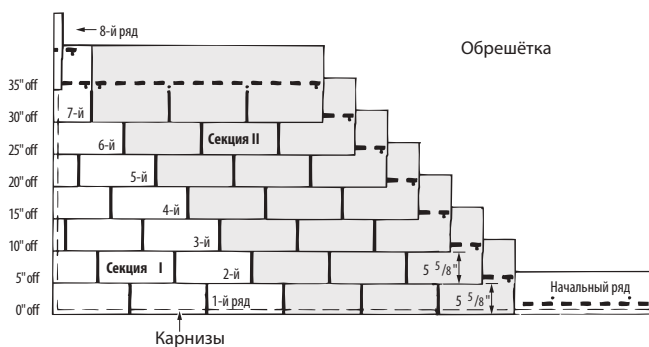

Рис. 10-15. Восьмирядный метод укладки с отрезанием по 12,7 см и монтажом с уступом по диагонали.
3. Продолжайте укладку начального ряда, монтируя целые гонты начального ряда вдоль карнизов. (Рис. 10-15).
1. В начале второго ряда отрежьте 12,7 см от левого края гонта и уложите оставшийся кусок шириной 87,3 см на гонт первого ряда, вровень с левым краем гонта первого ряда, оставив открытым участок гонта первого ряда высотой 14,3 см (Рис. 10-15).
3. Уложите «Секцию II», как показано на *Рис. 10-15*, монтируя целые гонты напротив восьми рядов «Секции I». Это необходимо сделать до начала укладки девятого ряда. Эти гонты «Секции II» должны быть установлены встык с гонтами «Секции I».